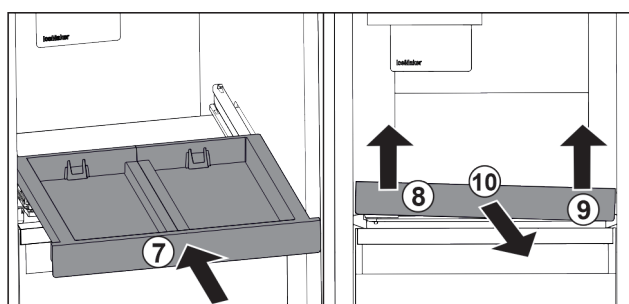

Fig. 20
- ▶ Zasuňte vyťahovaciu poličku. Fig. 20 (7)
- ▶ Nadvihnite vyťahovaciu poličku vpredu vľavo. Fig. 20 (8)
- ▶ Nadvihnite vyťahovaciu poličku vpredu vpravo. Fig. 20 (9)
- ▶ Odoberte vyťahovaciu poličku dopredu. Fig. 20 (10)